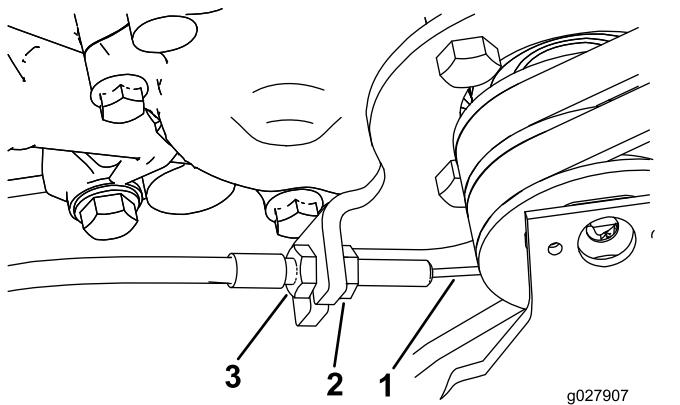

Рисунок 44
3. Чтобы устраниТЬ провисание троса управления тягой, ослабьте переднюю зажимную гайку троса и затяните заднюю зажимную гайку (Рисунок 44) так, чтобы провисание было устранено.